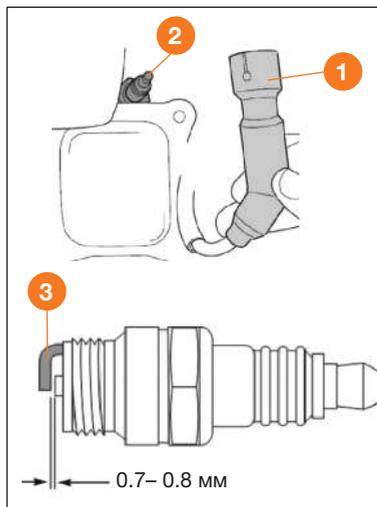

Рис. 23
- Снимите высоковольтный колпачок **1** свечи зажигания **2** и удалите грязь вокруг свечи (Рис. 23).
- Плотно установите высоковольтный колпачок **1** на свечу зажигания **2** (Рис. 23).